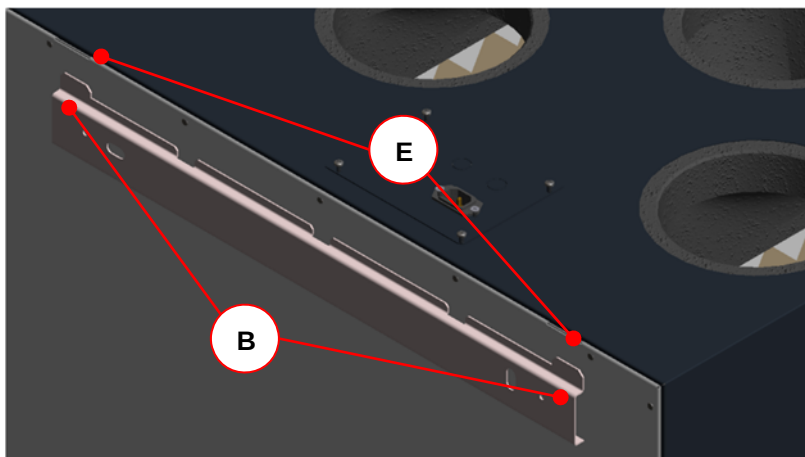

Abb. 20: Einhängen in das Befestigungsblech
6. Setzen Sie das NOVUS so auf den Montage-Sockel, indem die Laschen des Befestigungsbleches in die jeweils unten befindlichen Schlitzöffnungen des Falzes der Geräterückwand einhaken. Siehe hierzu Abb. 20.